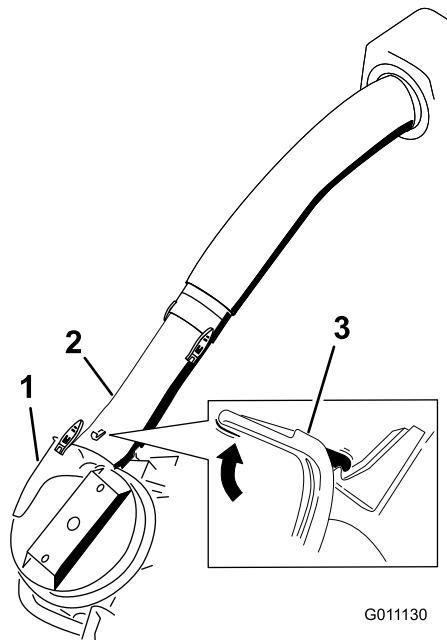

Figura 26
9. Deslice el tubo inferior sobre el conjunto del soplador y sujetelos con los cierres (Figura 26).